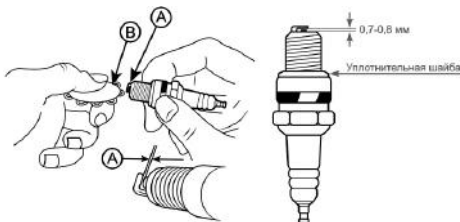

Рис. 23 Зазор между электродами свечи зажигания
4. Измерьте зазор А между электродами свечи зажигания специальным щупом В (Рис. 23). Зазор должен быть 0,7-0,8 мм (Рис. 23). При увеличении или уменьшении требуемого зазора, рекомендуется заменить свечу, так как регулировка зазора может привести к изменению качества искрообразования.